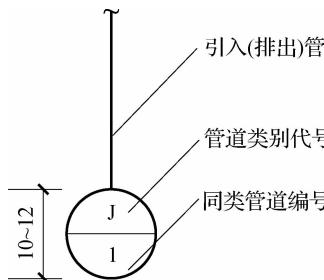

图 9-7 给水引入(排水排出)管编号表示法
(1) 当建筑物的给水引入管或排水排出管的数量超过 1 根时,应进行编号,编号宜按图 9-7 所示的方法表示。